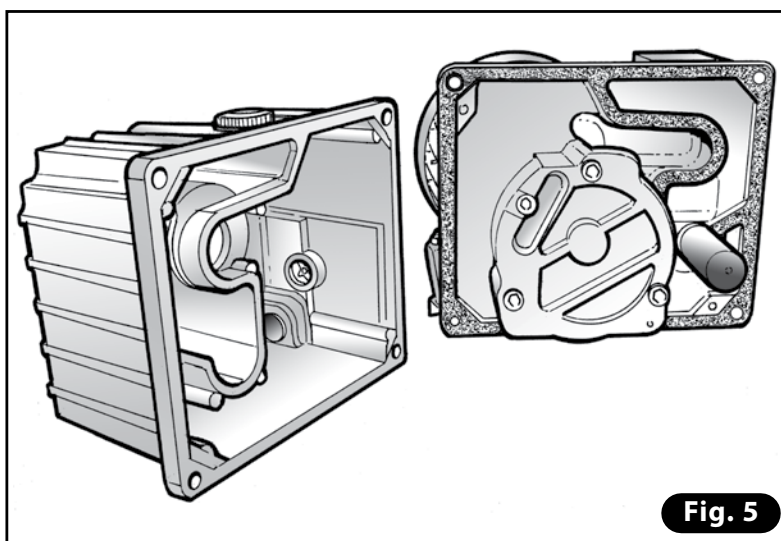

Fig. 5
- 4) Effettuare un'accurata pulizia di tutte le parti del serbatoio utilizzando un panno imbevuto di olio, dello stesso tipo utilizzato nella pompa (**Fig. 5**).